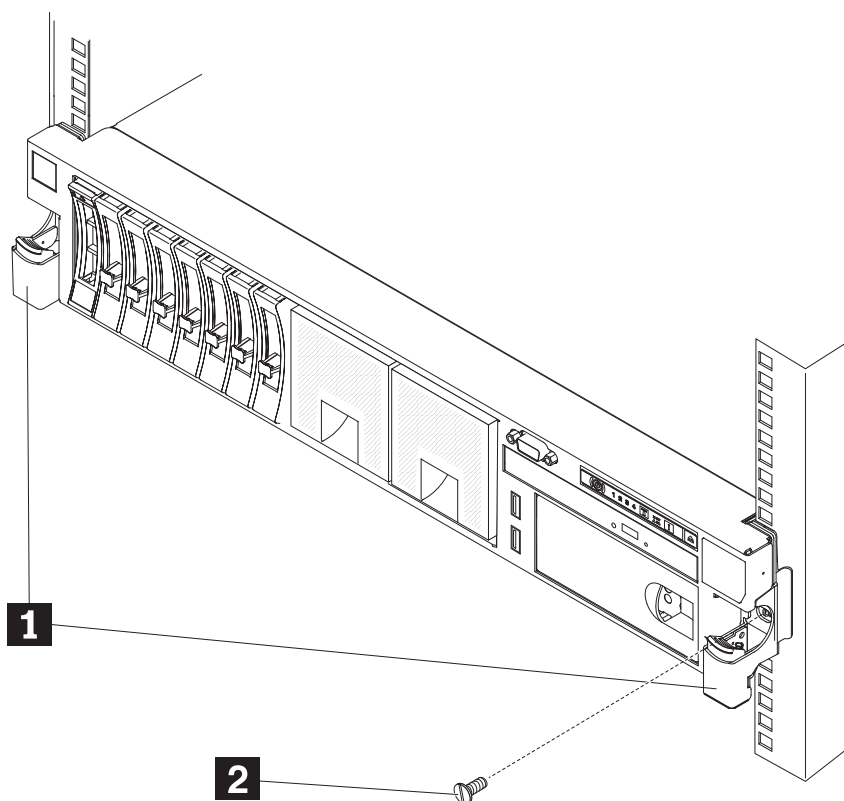

Figura 9. Deslizando o nó para fora do rack e removendo os parafusos frontais
2. Opcional: Remova os parafusos frontais e deslize o nó para fora do rack, conforme mostrado em Figura 9 na página 27.